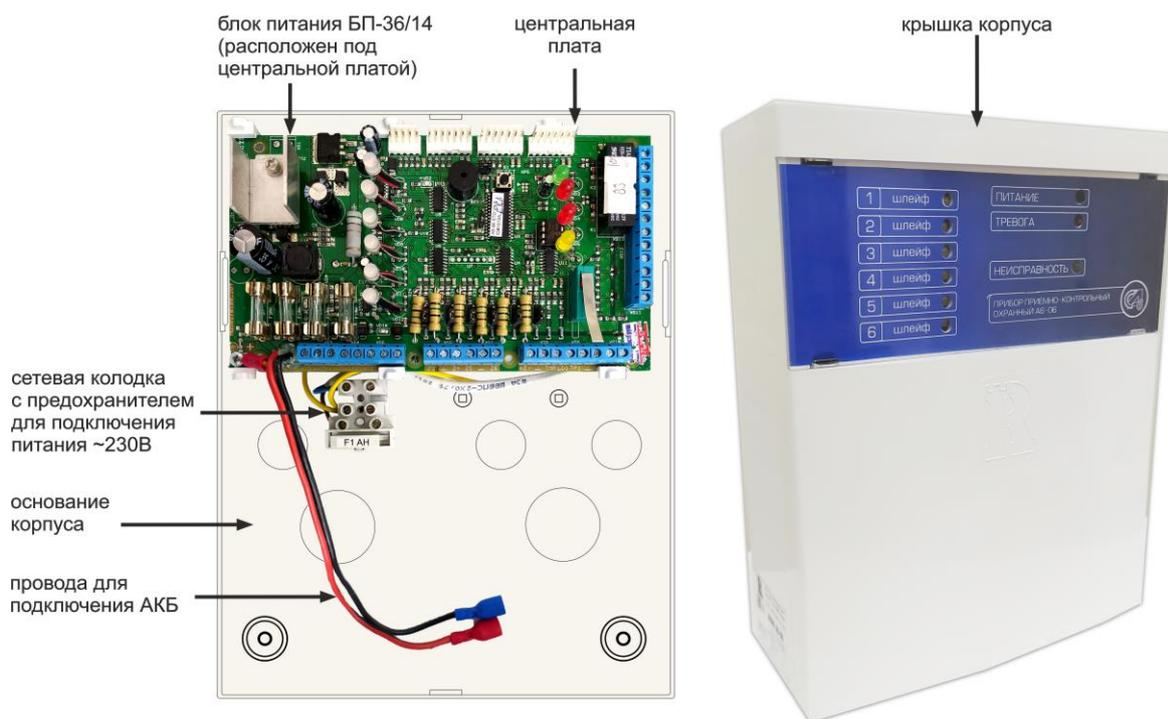

Рис. 1. Внешний вид и конструктивные элементы ППКО А6-06
*Примечание. Информация о конструктивном исполнении ППКО отражена на этикетке, расположенной на боковой стороне основания корпуса ППКО (см. рисунок 1), а также в паспорте на ППКО и на упаковке.*
Конструктивно ППКО состоит из (см. рисунок 1):
Сетевое питание и защитное заземление подключаются к клеммам сетевой колодки с предохранителем, установленной на основании корпуса прибора (см. рисунок 1) и обозначенной знаком «**L**  **N**». При этом провод, подводящий фазу сети переменного тока, подключается к клемме «**L**», провод подводящий ноль – к клемме «**N**», защитное заземление – к клемме «».
Светодиодная индикация предназначена для отображения информации о состоянии ППКО и ШС на лицевой панели крышки ППКО (см. рисунок 1).